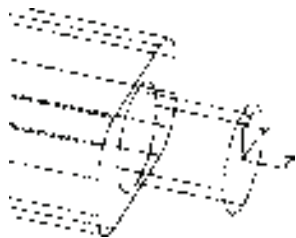

图 10-110 建立新坐标系
① 在命令行中输入“UCS”命令，将坐标系移动到把手端点。如图 10-110 所示。